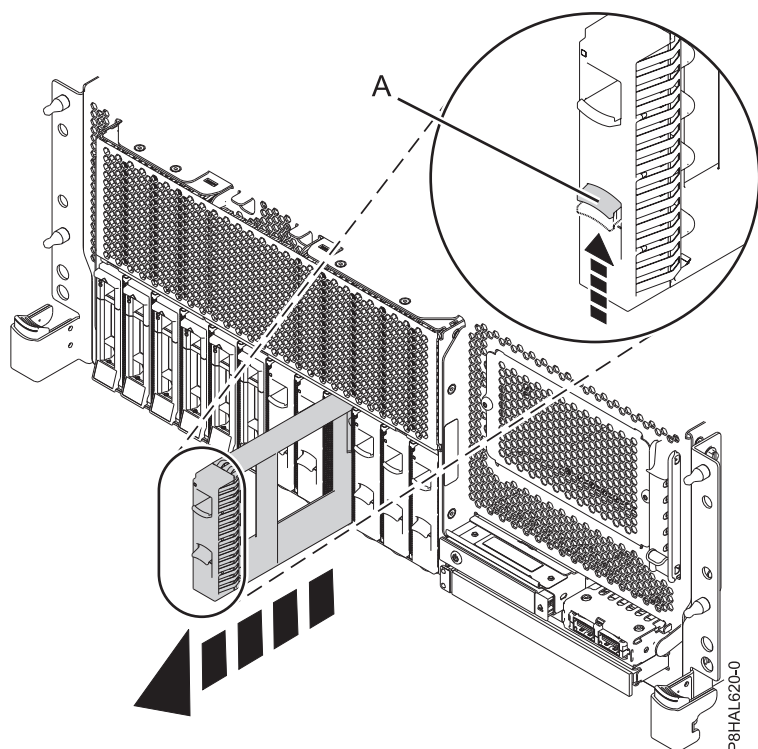

Figura 5. Extracció d'un panell de reblliment d'una unitat de disc d'un sistema de funció bàsica muntat en bastidor
- a. Empenyeu la peça de bloqueig (A) de la nansa del panell de reblliment en la direcció que es mostra a la Figura 5 a la pàgina 8.